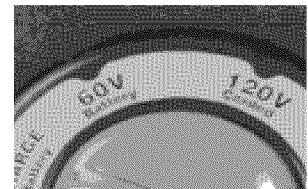

Figure 24 - Sélectionnez l'alimentation
1. Sélectionnez le type d'alimentation au moyen du commutateur de sélection. (Voir la Figure 24)